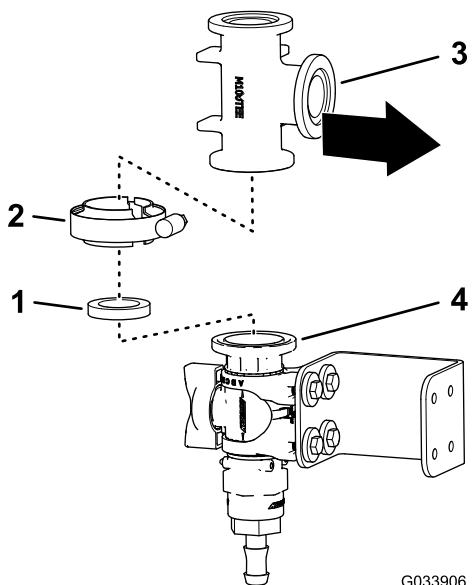
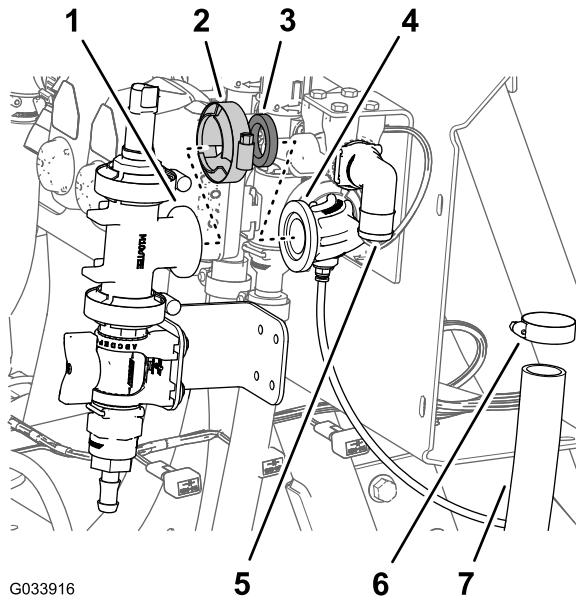
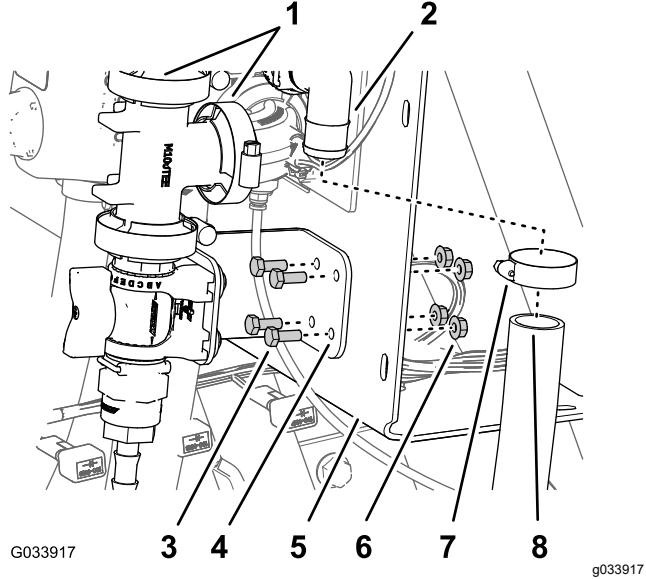

图 29
图 31
图 34
4. 如图 29 中所示将 T 形接头的凸缘与控制阀的凸缘对齐。
5. 使用垫片和法兰夹具将 T 形接头松松地连接到控制阀上 图 29。
1. 将 T 形接头的凸缘与带传感管接头的 90 度接头的凸缘对齐 图 31。
2. 使用垫片和法兰夹具松松地安装 T 形接头和 90 度接头 图 31
4. 从带传感管接头的 90 度接头卸下夹具、垫片和带凸缘的 T 形接头 图 31。
- 用手拧紧固定控制阀和 T 形接头 图 29 的法兰夹具以及将 T 形接头固定至带传感管接头的 90 度接头的法兰夹具 图 31 和 图 34。
- 将 T 形接头的凸缘与带传感管接头的 90 度接头的凸缘对齐 图 34。
- 使用垫片和法兰夹具松松地安装 T 形接头和 90 度接头 图 34